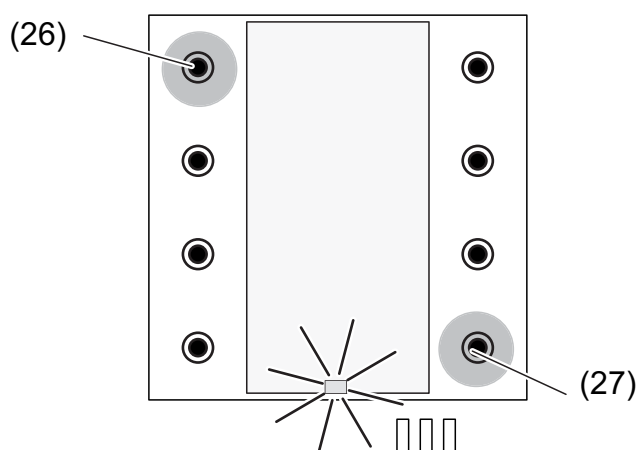

Bild 6: Tasten zur Aktivierung des Programmiermodus
- Programmiermodus aktivieren. Dazu Taster oben links (26) drücken und gedrückt halten (Bild 6). Dann zweiten Taster unten rechts (27) drücken.